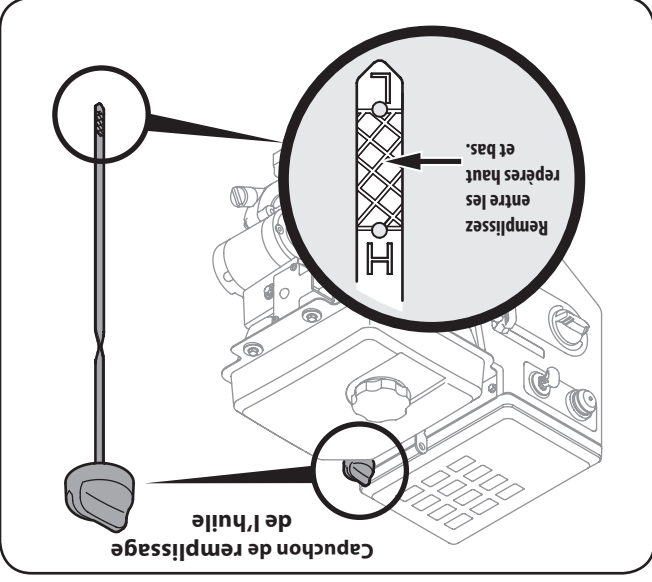

Figure 3-2
3. Enfoncez la jauge à huile dans le goulot de remplissage de l'huile sans la visser. Sur les capuchons de remplissage de l'huile d'un quart de tour, serrez en tournant le capuchon de remplissage de l'huile jusqu'à ce que le niveau se trouve à l'entaille de la jauge à huile (H) et le bas (L). Ajoutez lentement de l'huile jusqu'à ce que le niveau de l'huile, le repère haut (H), Voir la Figure 3-2 ou 3-3, selon celui qui s'applique.
4. Desserrez et enlevez le capuchon/jauge de la goulotte de remplissage de l'huile. Prenez note de le niveau de l'huile, si le niveau d'huile est en bas de le repère bas (L), ajoutez l'huile jusqu'à ce que le niveau de l'huile jusqu'à ce que le repère haut (H). Voir la Figure 3-2 ou 3-3, selon celui qui s'applique.
- Maintenir le niveau d'huile entre les repères haut (H) et bas (L) de la jauge à huile ou à la limite de débordement dans le cas d'un moteur sans jauge à huile. Voir la Figure 3-2.
1. Enlevez le capuchon de remplissage de l'huile et essuyez la jauge à huile. Voir la Fig. 3-2.
3. Enlevez le capuchon de remplissage de l'huile. Si le niveau d'huile est bas, ajoutez lentement de l'huile jusqu'à ce que le niveau d'huile soit entre les repères haut (H) et le bas (L). Voir la Fig. 3-2.